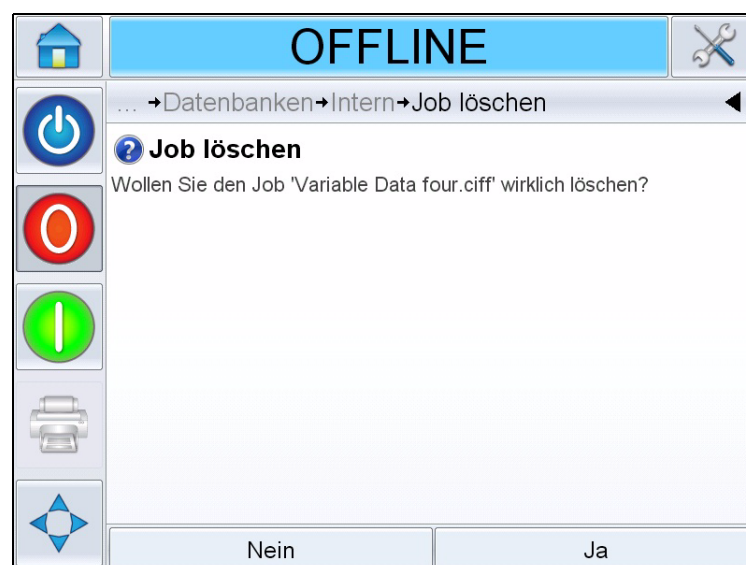

Abbildung 6-14: Bestätigungsbildschirm
- 6 Bestätigen Sie den zu entfernenden Job (siehe Abbildung 6-14).